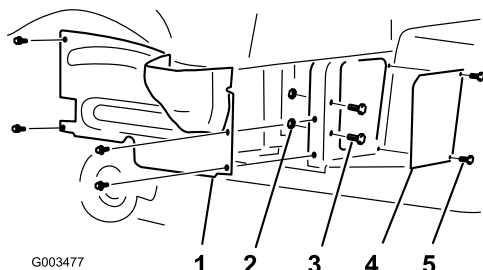

Figura 1
2. Rimuovere le 4 viti a testa flangiata che bloccano la copertura della ruota destra al telaio (Figura 1). Rimuovere e mettere da parte la copertura.
3. Rimuovere le 2 viti e i 2 bulloni che bloccano il pannello di protezione al telaio (Figura 1). Rimuovere e mettere da parte il pannello di protezione.